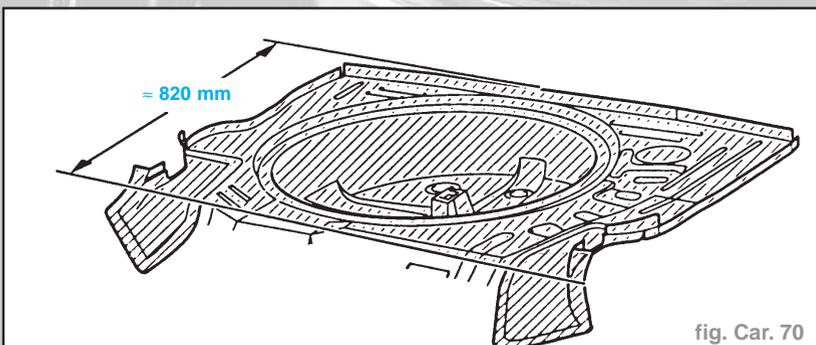

fig. Car. 70
- Déposer les pièces rapportées. Enlever par forage les renforts latéraux. Plancher arrière, séparer selon la dimension de la pièce neuve (fig. Car. 70).